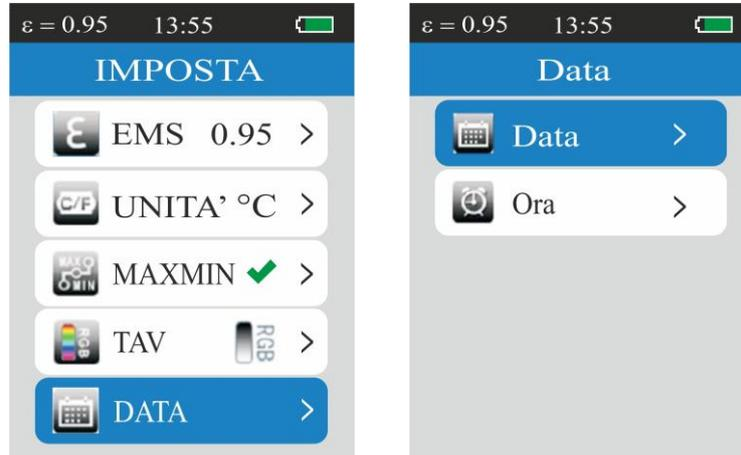

Fig. 10: Configuração da data/hora do sistema – Seleção inicial
1. Selecionar a opção “DATA” com os botões ▼ ou ▲ e premir o botão **Enter**. O ecrã da Fig. 10 é apresentado no display.